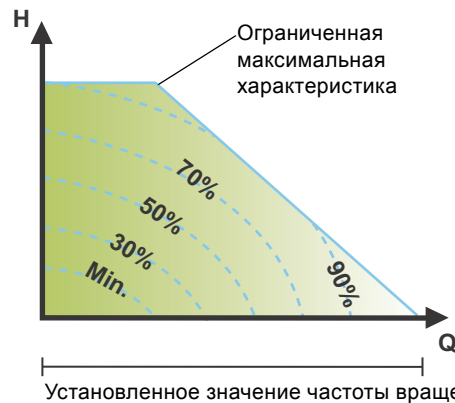

Рис. 42 Ограничения по мощности и давлению, влияющие на максимальную характеристику
**Если частота вращения насоса установлена в диапазоне между минимальным и максимальным значениями, мощность и давление ограничены, когда насос работает по макс. характеристике. Это означает, что максимальную производительность можно достичь при частоте вращения менее 100 %.** См. рис. 42.